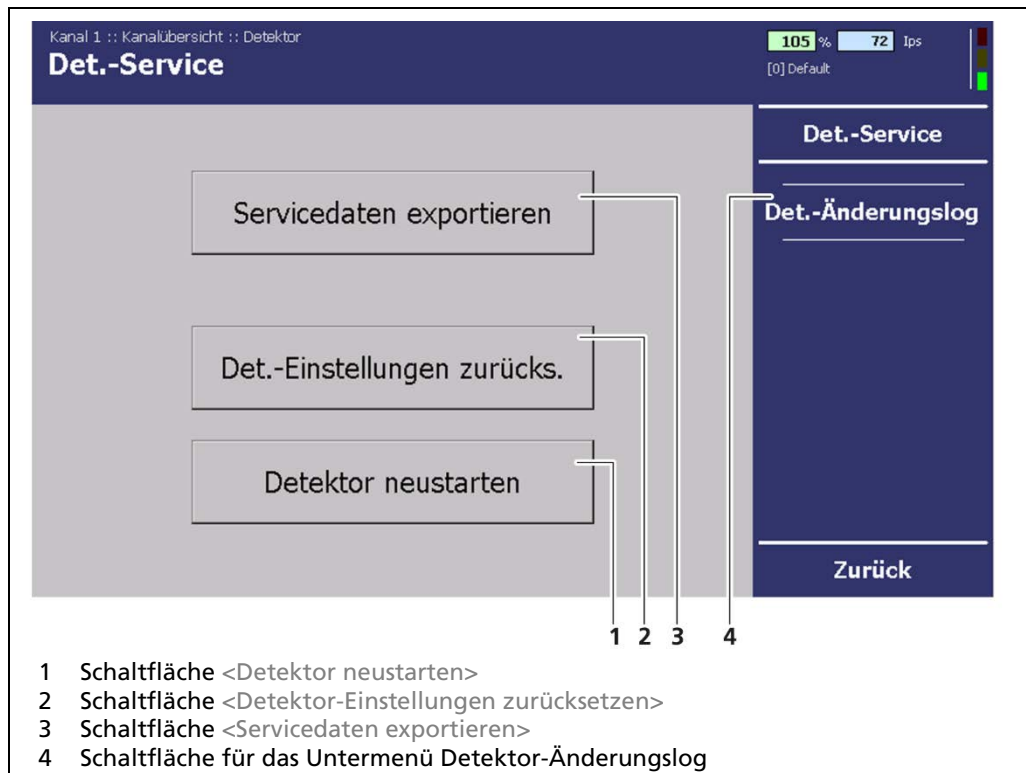

Abb. 21 Menü „Detektor, Det.-Service“
2. Klicken Sie auf <Servicedaten exportieren>, (Abb. 21, Pos. 3) um die Servicedaten auf dem USB-Stick abzuspeichern.
1. Klicken Sie auf **<Det.-Einstellungen zurücks.>** (Abb. 21, Pos. 2), wenn Sie den Detektor CONGAUGE LB 6755 auf Werkseinstellungen zurücksetzen wollen.
1. Klicken Sie auf **<Detektor neu starten.>** (Abb. 21, Pos. 1), um den Detektor CONGAUGE LB 6755 neu zu starten.